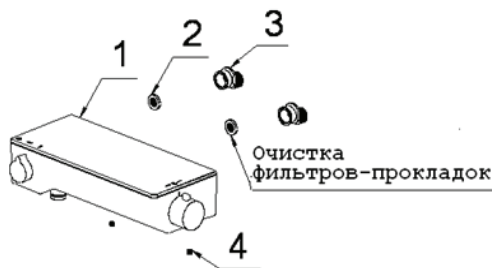

Рис.10
5. Пожалуйста, очищайте фильтры – прокладки от осадка в соответствии с нижеследующим, если поток воды стал меньше или не регулируется температура воды (рис.10):